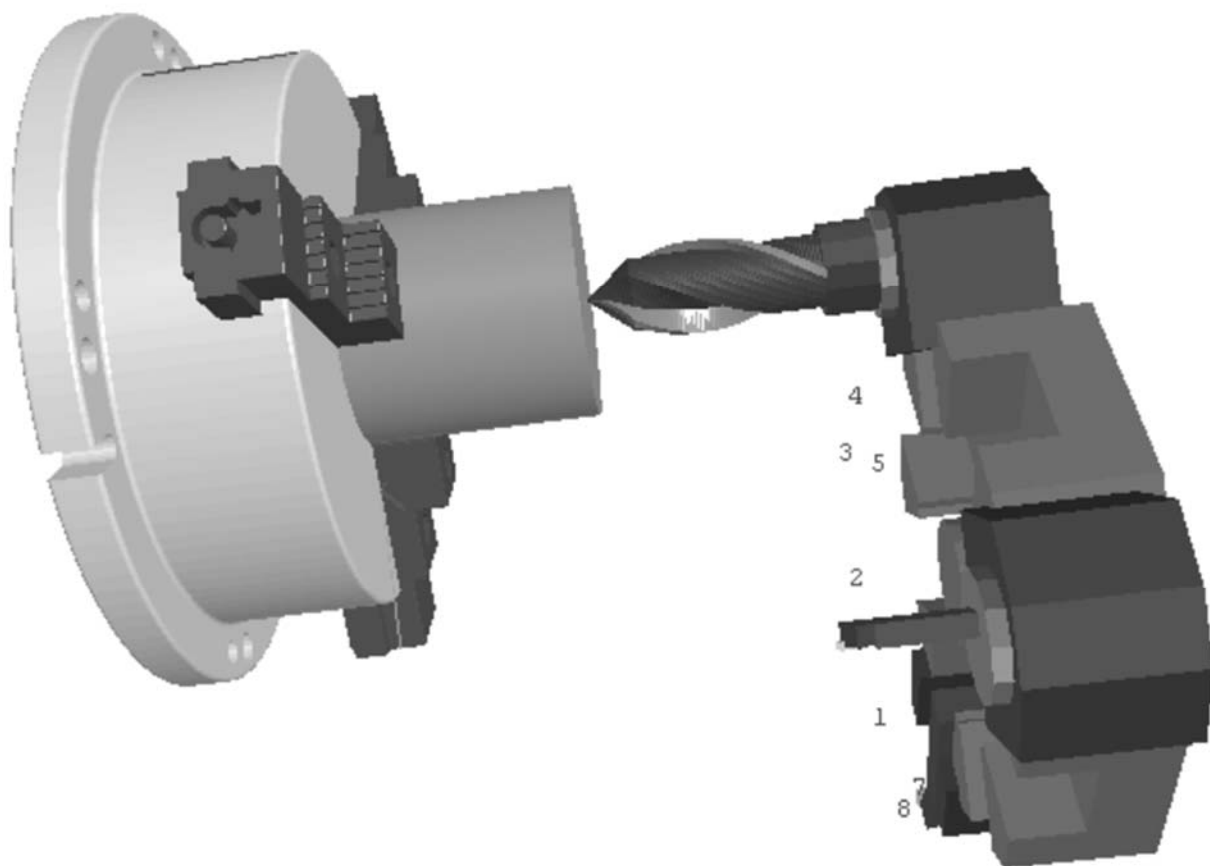

Рисунок 2.19 – Точка привязки сверла
9.4 Привязка сверла и токарного расточного резца выполняется аналогично привязке токарного проходного резца. Для сверла точка привязки находится на оси детали (рисунок 2.19).